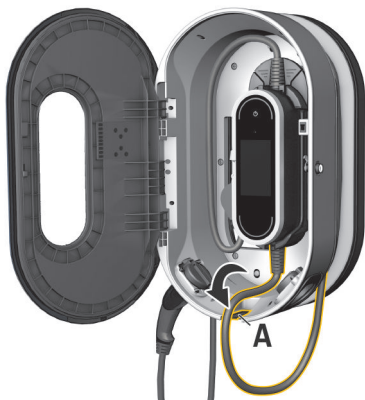

Bild 173 Fälla in manöverenhet
3. För bilkabeln genom öppningen A (Bild 173) och linda kabellängden som du inte behöver runt laddningsdockan.